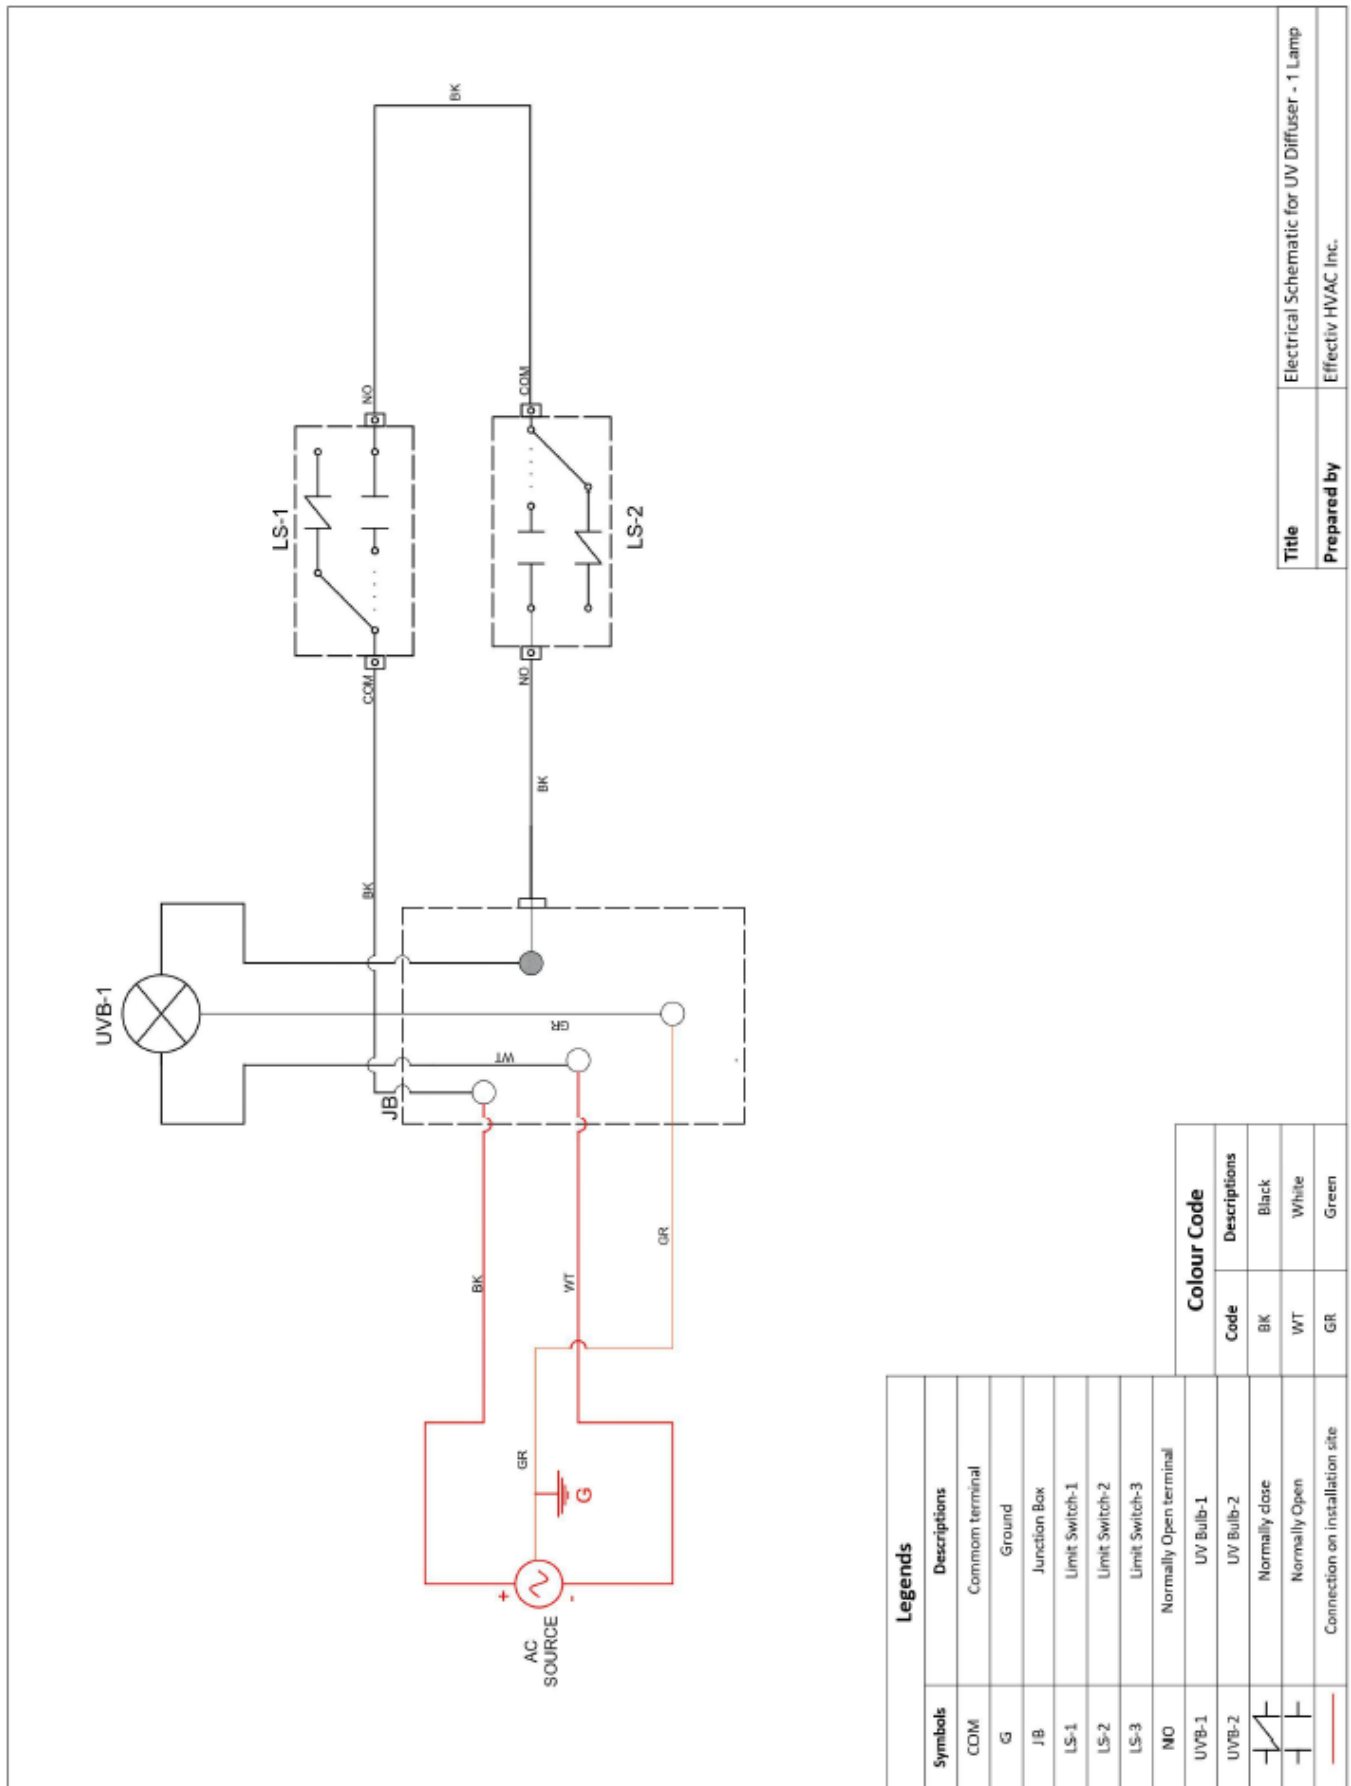

Figure 5. Schéma de raccord électrique pour les diffuseurs UV
8. Raccorder la boîte de jonction du diffuseur au système électrique 110V, 120V, 220V ou 240V en suivant les diagrammes à la figure 5.